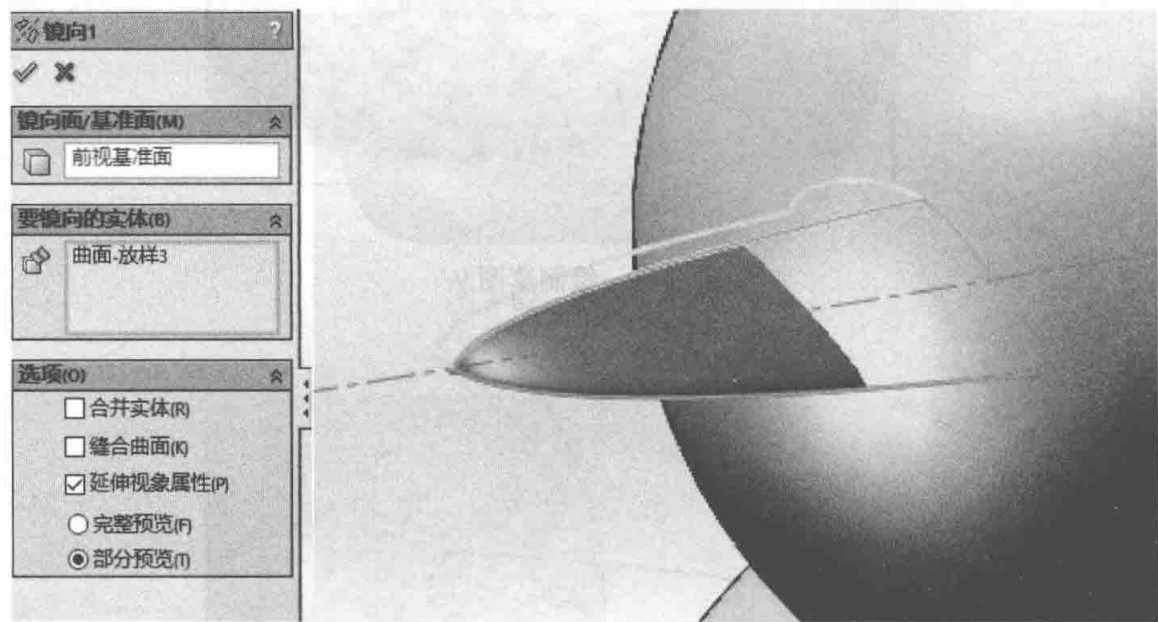

图 3-68 镜像嘴
(6) 选择“特征→镜像”或“插入→阵列/镜像→镜像”，选择前视基准面为镜像面，选择镜像实体，选择小黄鸭的嘴，如图 3-68 所示。